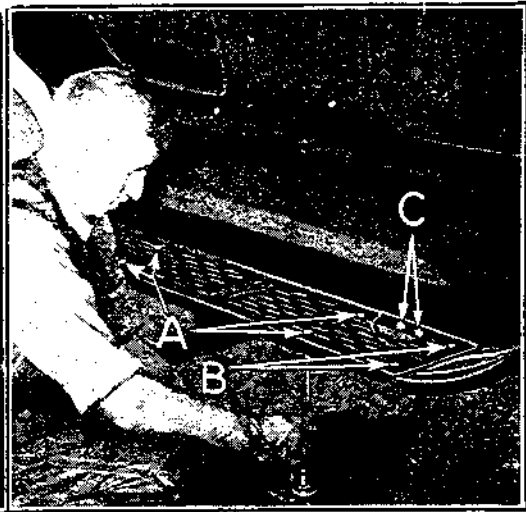

Fig. 6
- a) Défaire les quatre boulons de serrage du marchepied. (Voir A, fig. 6).